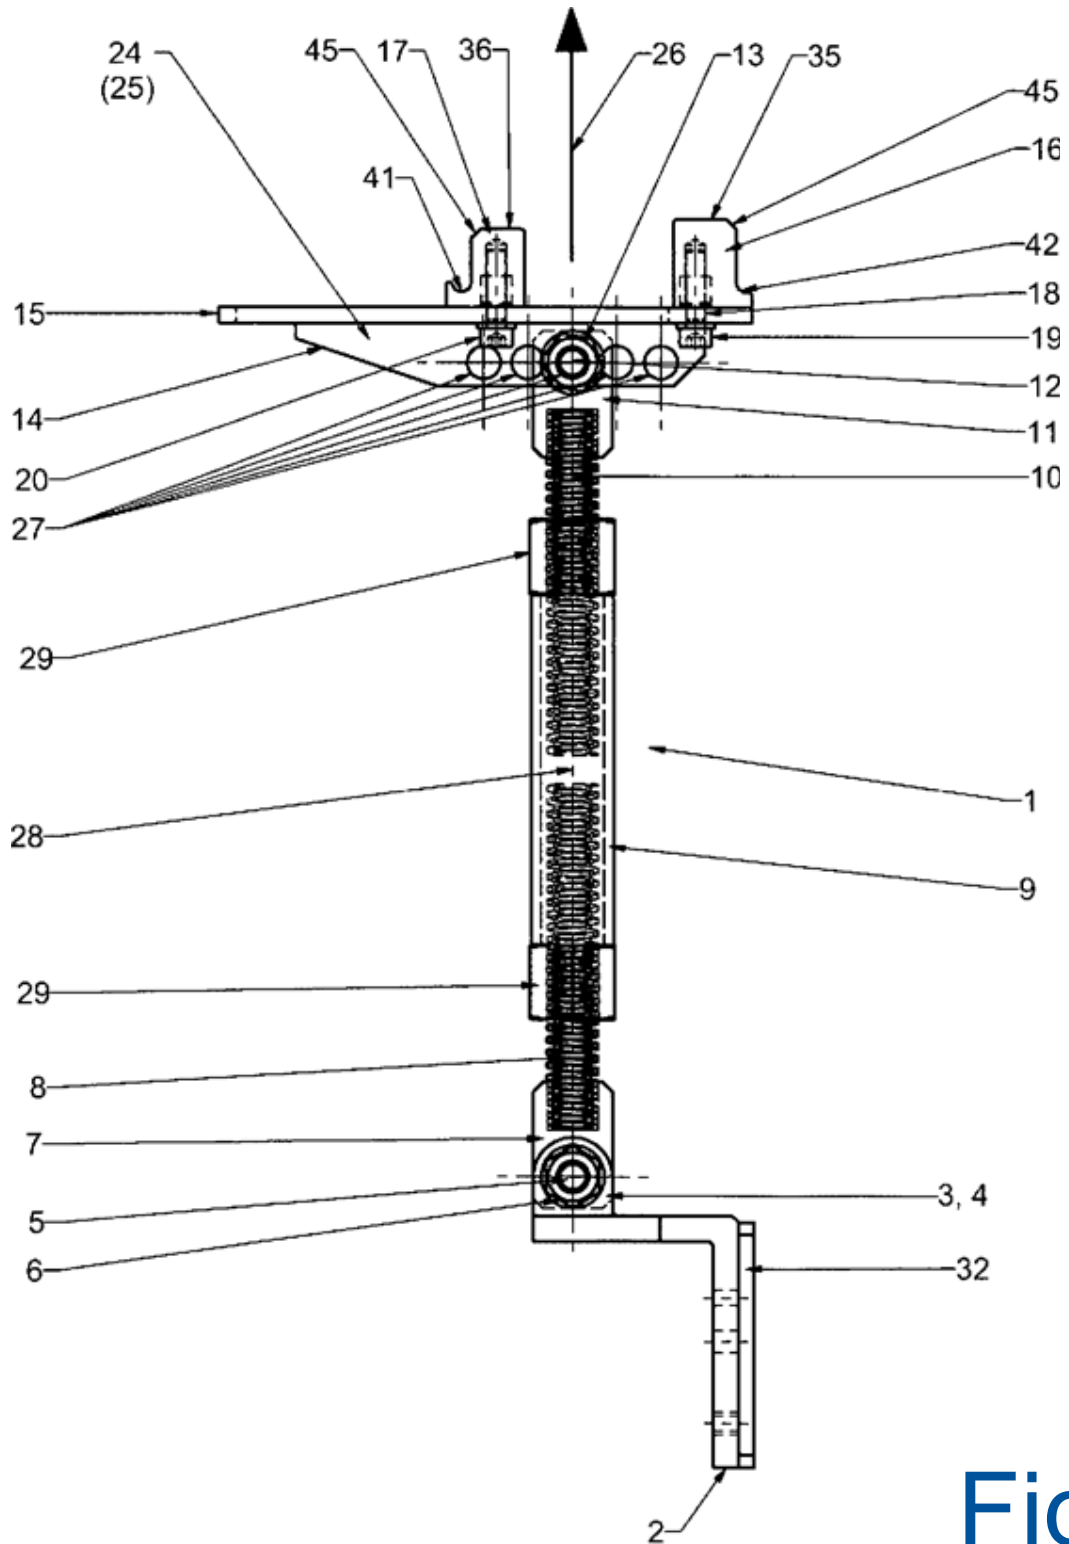
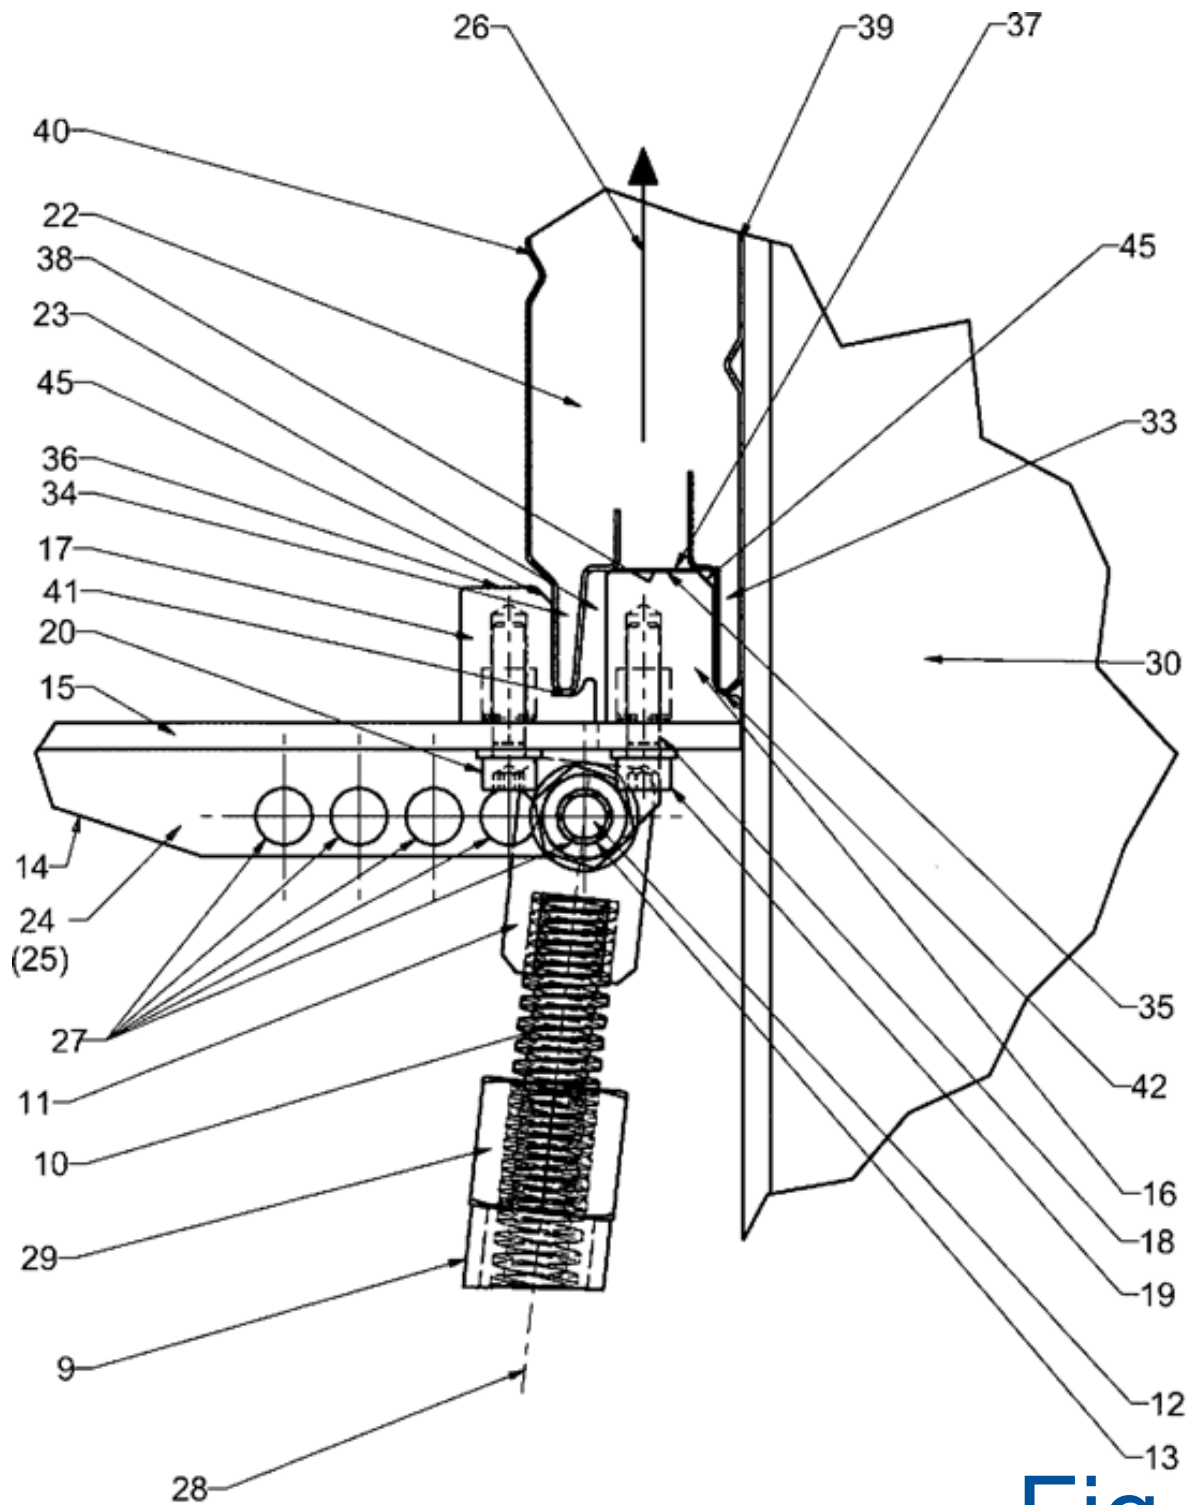
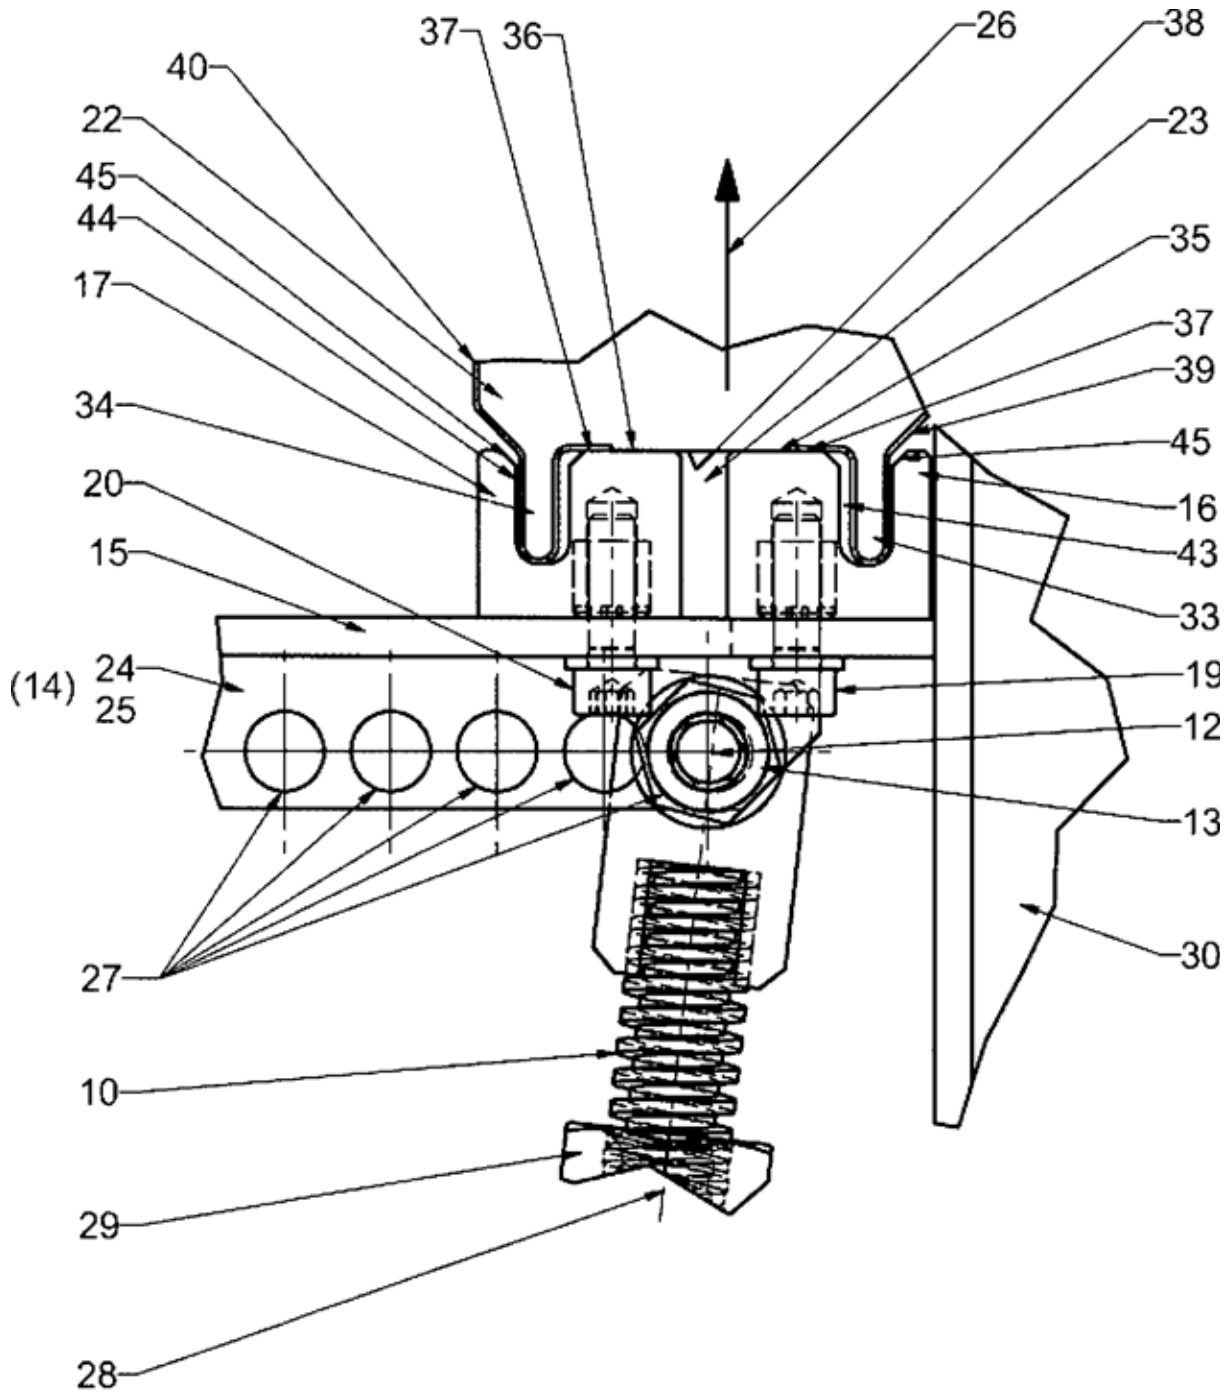

Fig. 1
Fig. 2
Fig. 3
- Das erste Wandelement muss an der Unterkonstruktion(UK) komplett eingemessen, ausgerichtet (rechtwinklig) und befestigt sein.
- Je nach Sandwichwandelementtyp kommen zwei unterschiedliche Druck-(Montage)backen zum Verlegen der Wandelemente zum Einsatz, siehe Anordnung der Druckbacken Fig. 1; Fig. 2 und Fig. 3. Diese werden entsprechend einmal ortsunveränderlich und einmal ortsveränderlich in vertikaler Lage an der Druckplatte 15 befestigt. In Abhängigkeit von den Elementdicken, kann die Position der ortsveränderlichen Druckbacke 17 und die Position der Druckplatte mit dem Haltelement 11 entsprechend an das zu montierende Wandelement angepasst werden.